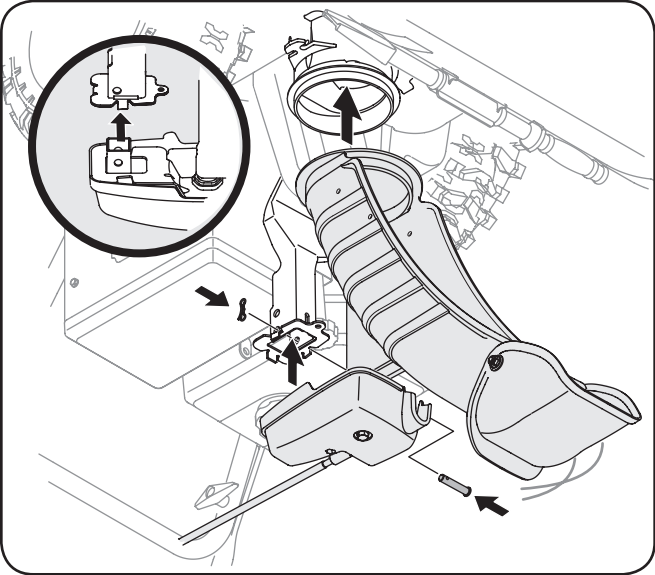

Figure 3-6
3. Positionnez la goulotte sur sa base, la tige de commande de la goulotte placée sous le panneau de bord. Maintenez la commande de la goulotte sur son support avec la goupille fendue et la goupille papillon retirées au paragraphe 1. Voir la Figure 3-6.